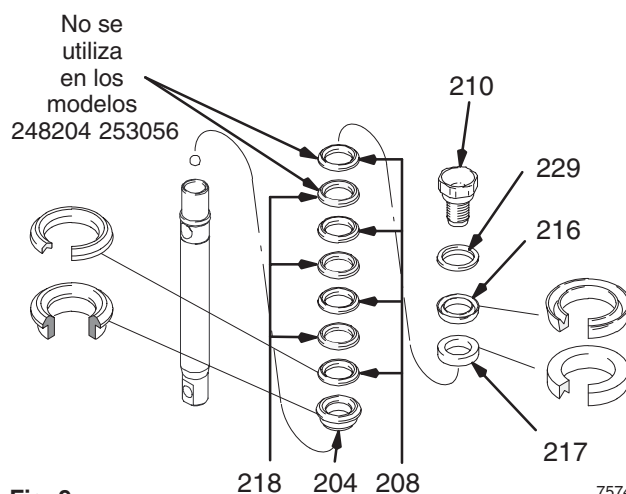

Fig. 9
Fig. 9. Antes de montar, empape todas las empaquetaduras de cuero con aceite SAE 30W durante 1 hora como mínimo. Coloque el casquillo macho (204) en el vástago del pistón. Coloque las empaquetaduras alternando las empaquetaduras UHMWPE (208) con las de cuero (218) (observe la orientación) en el vástago del pistón. Coloque el casquillo hembra (217). Coloque el seguidor del pistón (216) (observe la orientación) y la arandela de seguridad (229) en la válvula del pistón (210). El producto especial de sellado de las roscas de la válvula del pistón es válido para cuatro cambios de empaquetaduras. Después de estos cuatro cambios, aplique Loctite® en las roscas de la válvula del pistón.